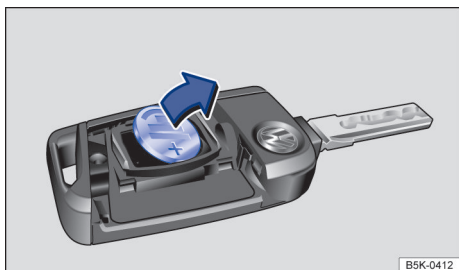

图 20 轿车钥匙：取出旧电池
- 用一合适的扁平器具从电池盒里撬出电池→ 图 20。
- 安放新电池，然后沿→ 图 20 箭头相反方向将其推入电池盒内。